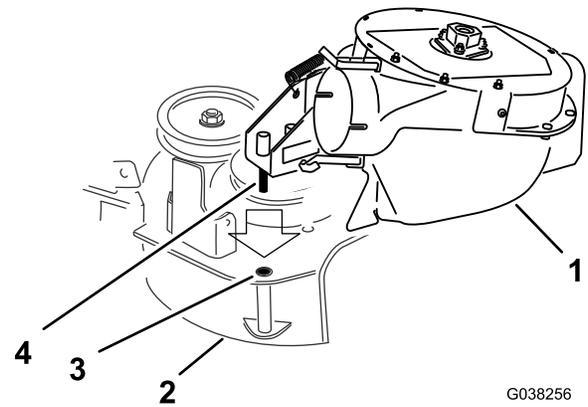

Figura 35
1. Alinee el pasador de giro del soplador con el taladro de la carcasa de corte (Figura 35).
5. Baje el soplador e introduzca el pasador de giro en el orificio de giro (Figura 35).